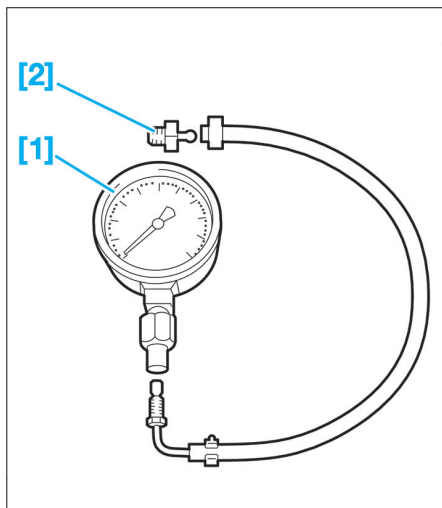

Fig. 17
- [1] Manomètre pour contrôle de la pression d'huile (minimum 4 bars) (réf. 2279-T.bis du coffret 4103-T) (Fig.17).